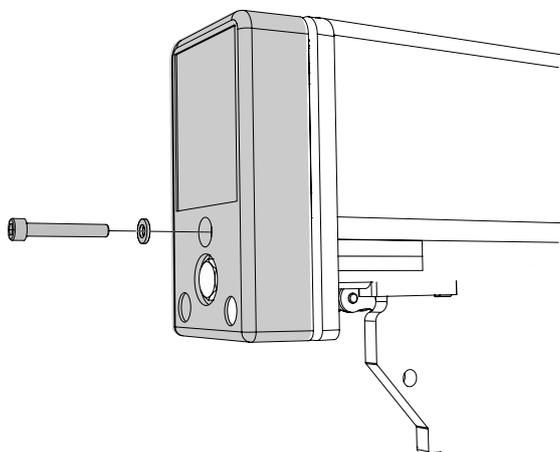

Figura 25. Tapas traseras del perfil del carro
5. Maniobre con cuidado el brazo elevador hasta la altura de la plataforma de acuerdo con las dimensiones X e Y correspondientes. Véase la figura 25